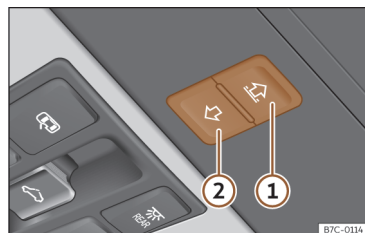

Fig. 63 No revestimento interior do teto: botão de função para utilizar a cortina de proteção contra o sol.
- Se ainda não se puder fechar, antes de passarem 5 segundos deslize o botão de função para trás sem soltá-lo >>> Fig. 63 ② até que a